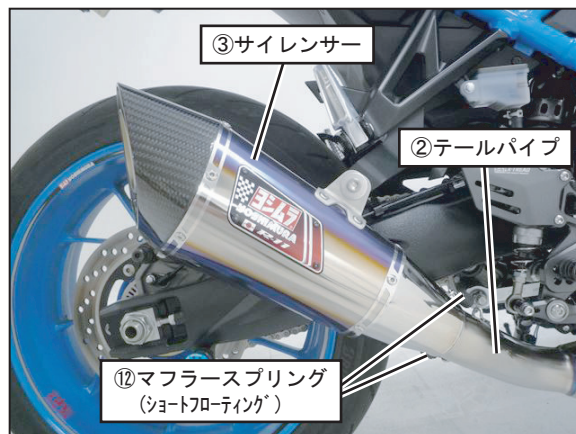

FIG. 10
8. ③サイレンサーを②テールパイプに取り付け、⑫マフラスプリング（ショートフローティング）をスプリング取付工具を使用して取り付けて下さい。（FIG. 10参照）